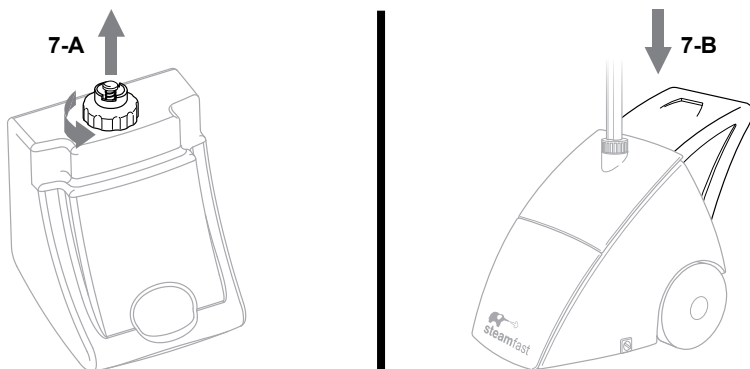

FIGURA 7
2. Sosteniendo el Tanque de agua cabeza abajo, desenrosque y quite la Tapa de la válvula girándola en sentido contrario a las agujas del reloj (FIGURA 7-A).
5. Vuelva a montar el Tanque de agua en la unidad principal (FIGURA 7-B). Durante un breve período, debería oírse el sonido del agua que sale del Tanque de agua e ingresa en el Depósito de agua.